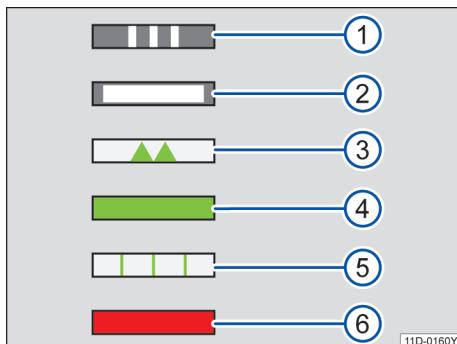

图 147 充电状态指示灯
→ 图 147 ① 闪烁：车辆建立与充电基础设施的通信，充电处于初始化阶段。
→ 图 147 ② 灯持续亮起：照明功能，具体说明如下。
→ 图 147 ③ 间歇性亮起：高压电池正在充电。
→ 图 147 ④ 灯持续亮起：成功完成充电过程。
→ 图 147 ⑤ 闪烁：激活定时充电且未开始充电过程。
→ 图 147 ⑥ 灯持续亮起：充电系统有故障。